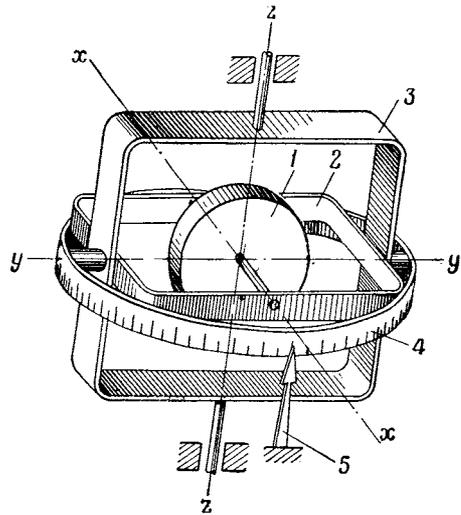
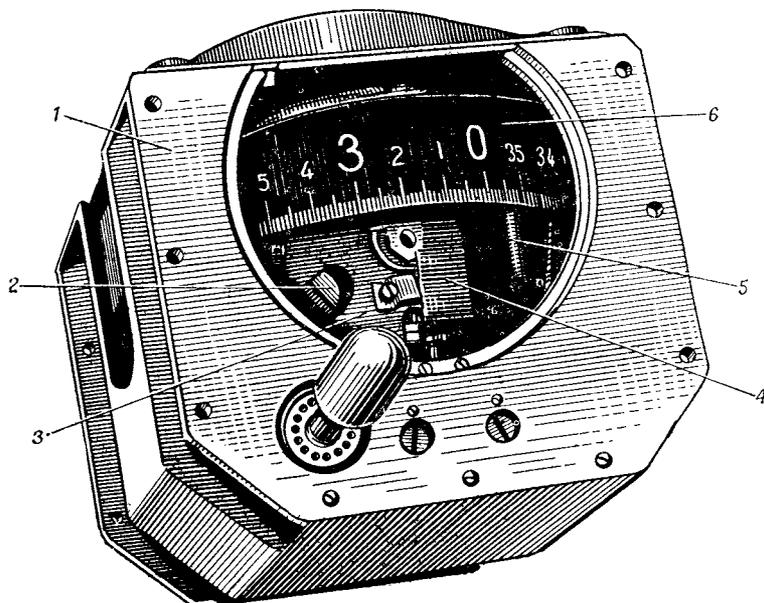
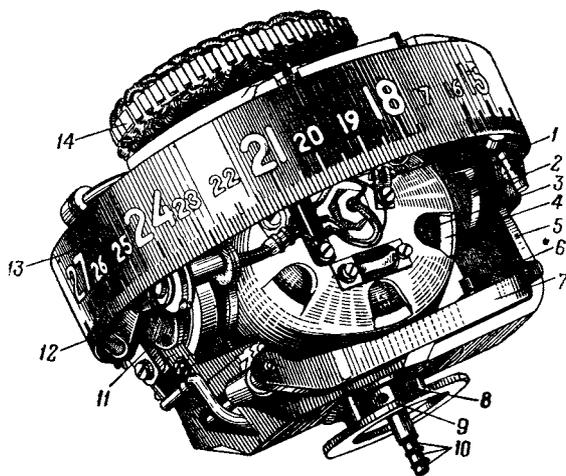

Рис. 62. Принципиальная схема гиropolукомпаса ГПК-48:
Рис. 63. Гирополукомпас со снятыми кожухом и передней платой.
Рис. 64. Карданный подвес:
Основу устройства гиropolукомпаса составляет трехстепенный гироскоп 1 (рис. 62), который обладает свойством сохранять в пространстве направление оси своего вращения, которое было ей задано при первоначальном ориентировании.
На рис. 63 показан гирополукомпас со снятым кожухом и передней платой, а на рис. 64 — карданный подвес гирополукомпаса с гироскопом. В качестве гироскопа используется ротор асинхронного электродвигателя, работающего от источника трехфазного тока. В дальнейшем асинхронный двигатель, включающий в себя статор и ротор (собственно гироскоп), будем называть гиромотором.
Ротор гиromотора помещен в камеру 4, в которой находится его ось вращения. Камера гиromотора соответствует внутренней рамке 2 (рис. 62). Камера имеет возможность свободного перемещения относительно внешней рамки 5 (рис. 64), в которой находится ось ее вращения. Внешняя рамка может свободно вращаться в подшипниках корпуса прибора. На внешней рамке укреплена шкала 13, разделенная на 360° (через 1°), по которой производится отсчет.
К внешней рамке прикреплена прессованная колодочка с изолированными друг от друга и от рамки щетками, которые касаются пластин коллектора. Эти щетки соединены с двумя управляющими обмотками мотор-корректора. Ротор 14 (рис. 64) мотор-корректора жестко укреплен на внешней раме кардана. В пазах пакета ротора уложены три обмотки: одна основная (OB) и две управляющие ($ДВ$). Управляющие обмотки уложены в одних и тех же пазах, но имеют различное направление намотки. Реверсирование мотор-корректора осуществляется включением той или иной управляющей обмотки. Статор мотор-корректора жестко связан с крышкой корпуса прибора и представляет собой пакет из высечек электротехнической стали, залитых алюминиевым сплавом. Алюминиевый сплав образует короткозамкнутую обмотку статора — «беличье колесо».